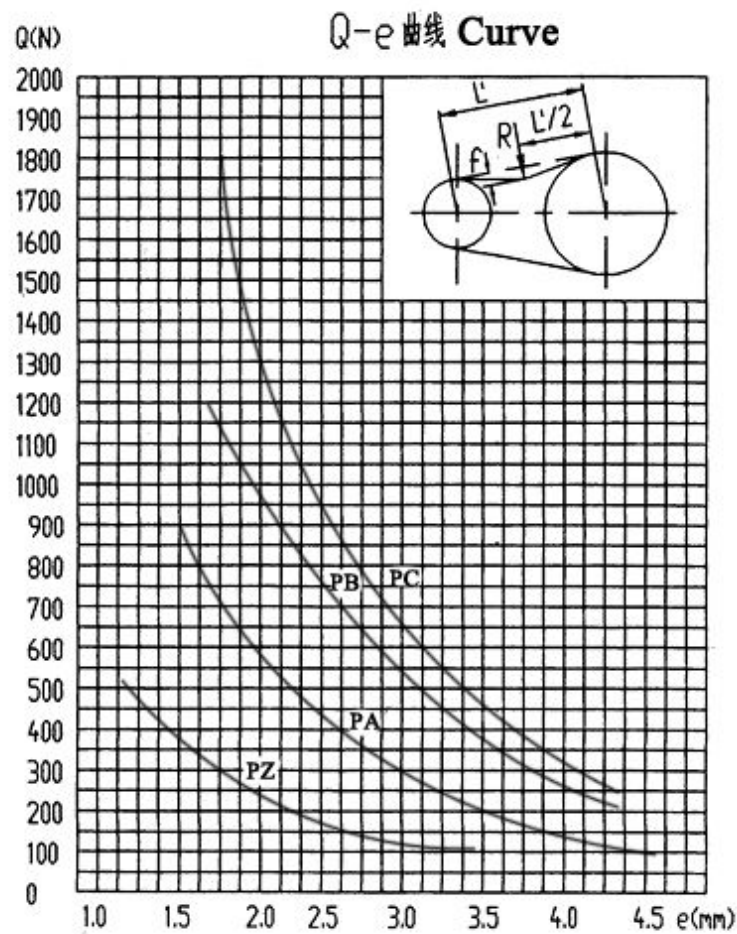

Рис. 3
(4) Значение R, связанное с типом клинового ремня, можно посмотреть на рис. 3. В соответствии с методом, показанным на рис.3, и межосевым расстоянием между двумя шкивами будет достигнуто требуемое значение.
(4) R value related with the type of Vee-belt can be looked up in Fig. 3. According to the method in Fig.3 and the center distance between two pulleys, the required prevention will be reached.